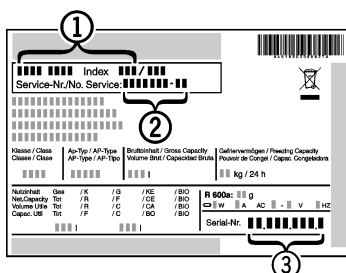

Fig. 16
- ▶ Apparaataanduiding Fig. 16 (1), service-nr. Fig. 16 (2) en serie-nr. Fig. 16 (3) van het typeplaatje aflezen. Het typeplaatje bevindt zich aan de linkerkant binnen in het apparaat.
- ▶ Contact opnemen met de Technische Dienst en het probleem, apparaataanduiding Fig. 16 (1), service-nr. Fig. 16 (2) en serie-nr. Fig. 16 (3) mededelen.